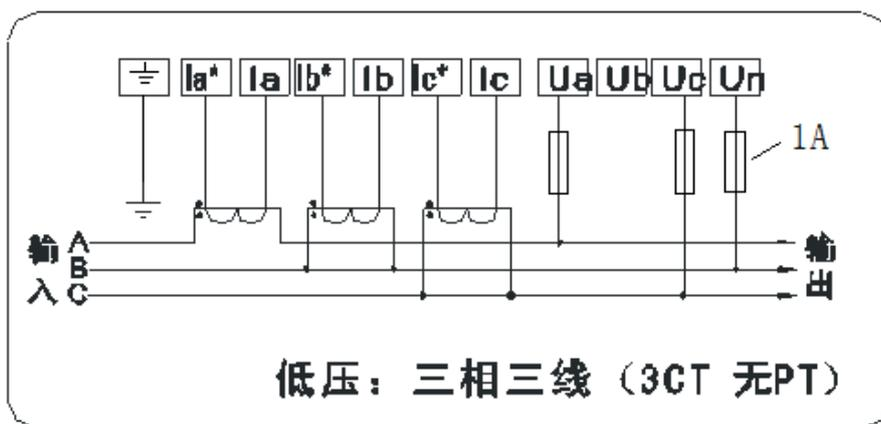
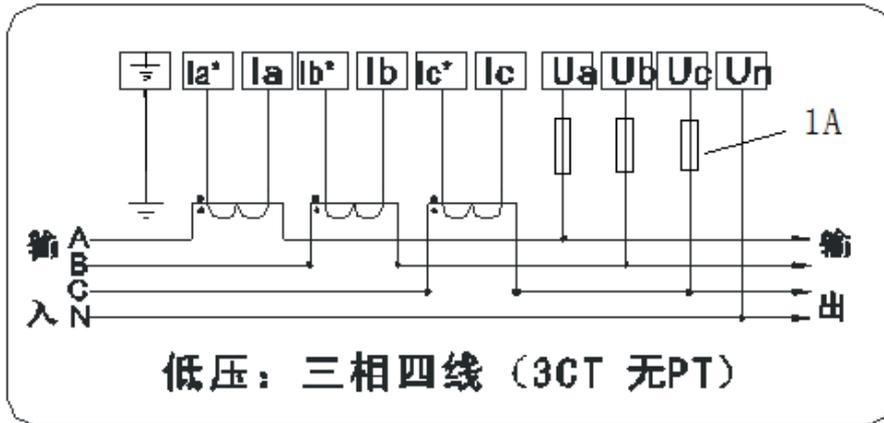
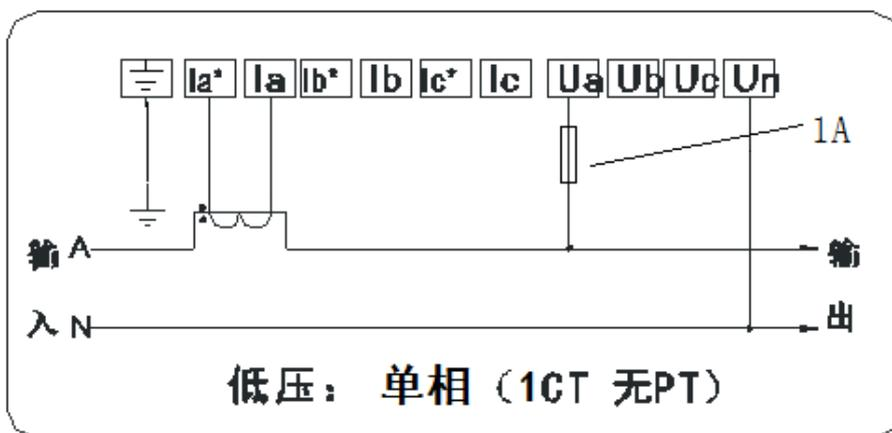

图 3
图 4
图 5
- 电压：分别接三相电压A、B、C相和零线。相线名称要和三相电流的名称一一对应，不能接错。导线线径建议采用0.5-1平方毫米。接线时请参照图3、图4、图5所示安装保险管。
6、电流电压采集接线图（如图 3、图 4、图 5）